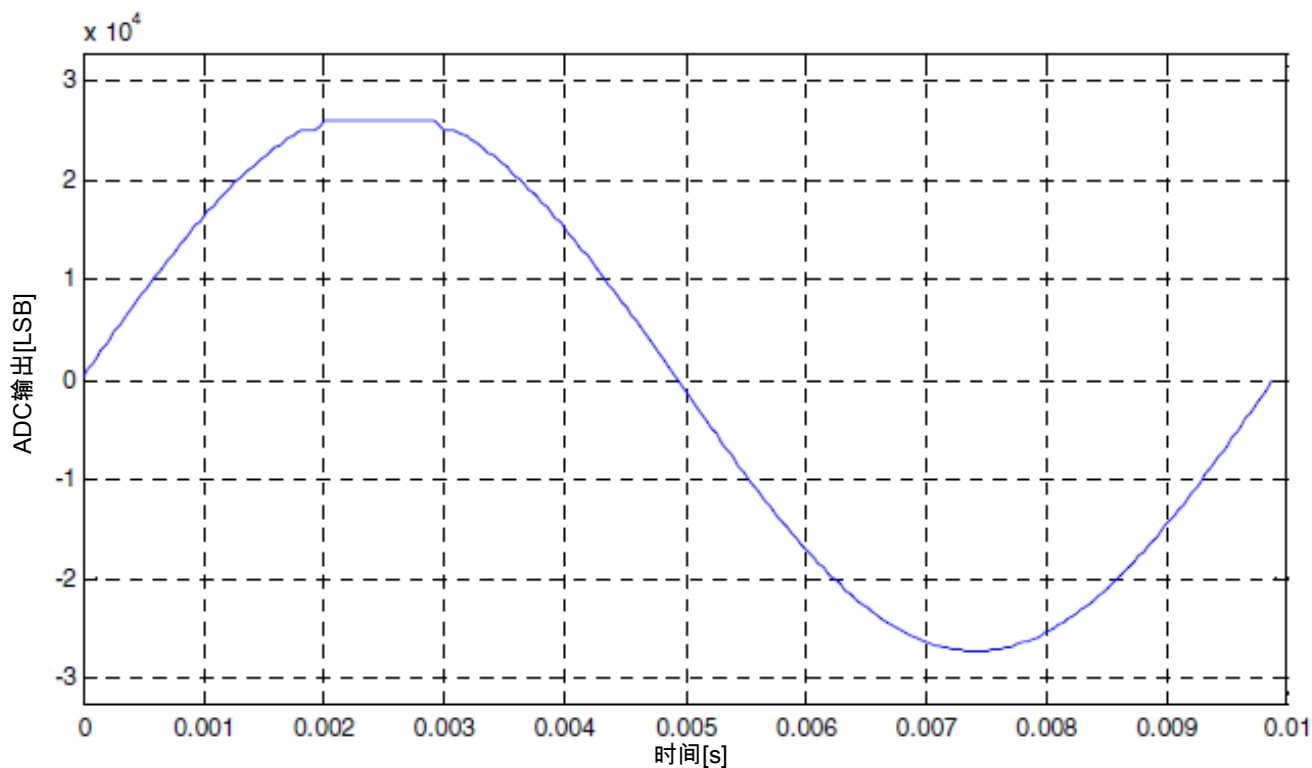
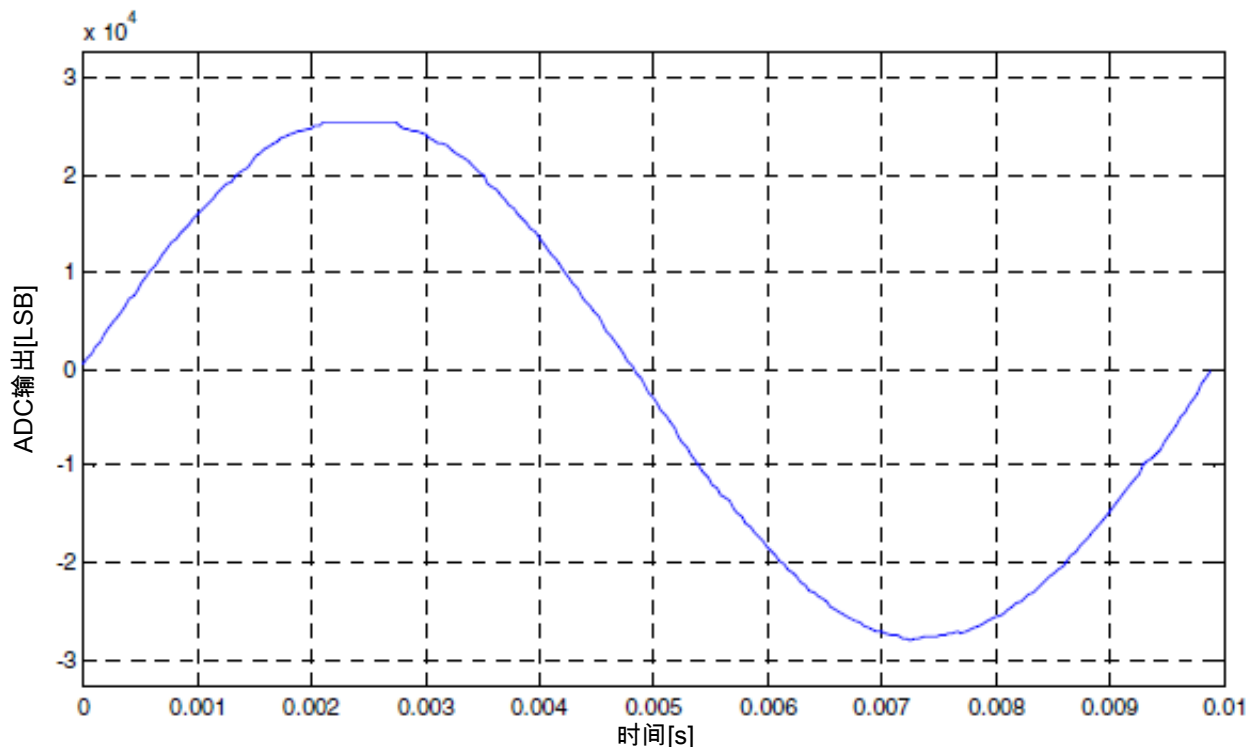
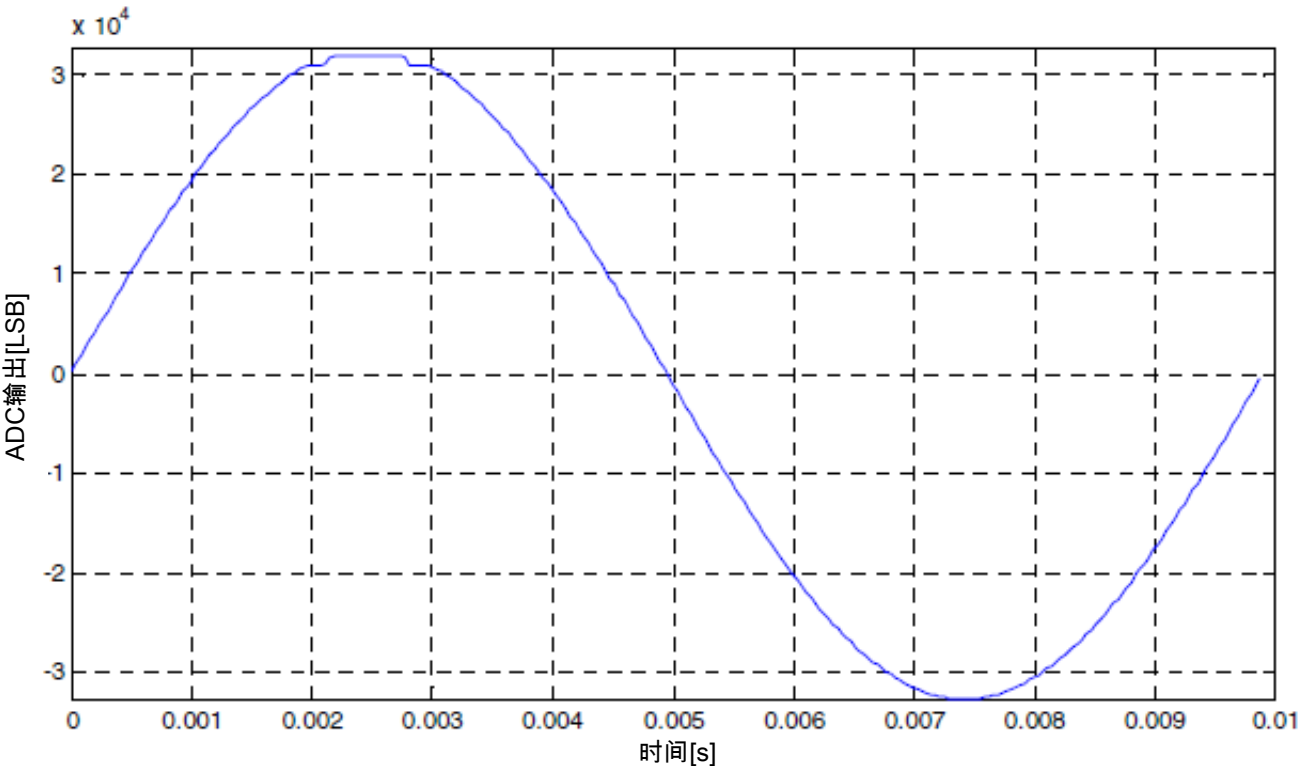

图 4. 全摆幅输入的数字输出范围（PGA 启用，增益 = 01）
图 6. 全摆幅输入的数字输出范围（PGA 启用，增益 = 64）
图 8. 全摆幅输入的数字输出范围（PGA 禁用）
当差分正弦波形输入为 2000 mV_{pp}，PGA 增益为 1 时，其 ADC16 输出范围如图 4 所示。
当差分正弦波形输入为 31.25mVpp，PGA 增益为 64 时，其 ADC16 输出范围如图 6 所示。
2.4 V_{pp} 差分正弦波形输入的 ADC16 输出范围如图 8 所示。
从 ADC16 结果寄存器中获取的转换结果如图 4、图 6 和图 8 所示，显示了理论值和测量值之间的差别。当正向输入接近上轨参考电压时，ADC16 会产生转换误差。这种情况仅在 16 位差分模式中出现，而其他操作模式不受影响。e3863 勘误表中描述了模拟转换器的这种特性、其根本原因和应对方案。⁴。勘误表中归纳的转换误差可视为“ADC_{OUT} 理论值”和“ADC_{OUT} 测量值”之间的偏差 — 参见表 2。